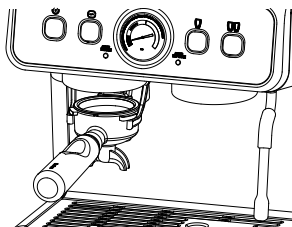

Fig. 6
3. Conforme mostrado na Fig. 6, coloca o suporte de filtros (12) com um filtro de uma chávina (13) ou com um filtro de duas chávinas (14) na saída do moinho (5).